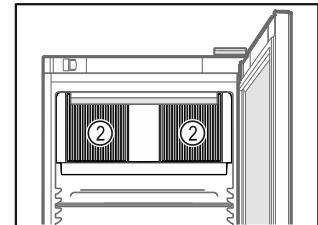

Fig. 64
- Cirkuliuojančio oro ventiliatoriaus vésinimo plyšiai Fig. 64 (2) viduje turi būti neuždengti.